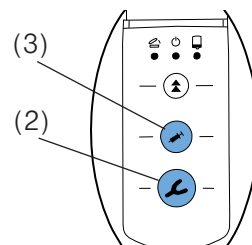

Fig. 8
- あらかじめプログラムが選択されていない状態で、トレー用(2、図8)またはディスペンサー用(3、図8) スタートキーが押されると、装置は自動的にプログラムが有効化されます。